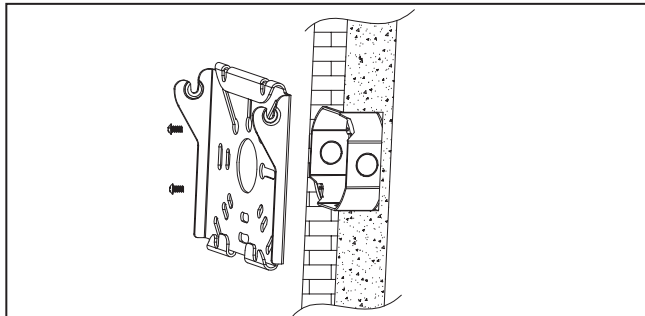

Figure 2.
- Utilisez des vis de montage (non fournies) pour fixer la plaque de montage à la boîte de connexion (non fournie). Notez que les crochets pour les vis doivent être orientés vers l'extérieur une fois installés. (Figure 2)